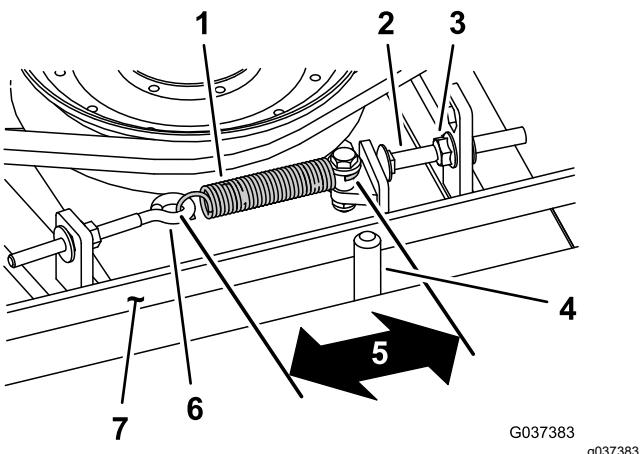

Bild 80
Bei richtiger Spannung sollte die Messung innen an der Verlängerungsfeder (Haken zu Haken) ungefähr $8,3 \text{ cm} \pm 9,5 \text{ cm}$ betragen. Wenn die Federspannung richtig ist, stellen Sie die Anschlagschraube (Schlossschraube) ein, bis der Abstand zwischen dem Schraubenkopf und dem Spannarm ungefähr 2-5 mm beträgt (Bild 80).
Hinweis: Achten Sie darauf, dass der Riemen auf der Federseite der Riemenführung positioniert ist (Bild 80).
2. Lösen Sie den Augenbolzen, um die Verlängerungsfeder abzunehmen (Bild 80).
3. Lösen Sie die Bundmutter, mit der die Anschlagschraube an der Befestigungsnase befestigt ist, und schieben Sie die Spannscheibe vom Riemen weg, um die Riemenspannung zu lösen (Bild 80).
9. Setzen Sie die Verlängerungsfeder (Bild 80) wieder in den Augenbolzen ein und spannen Sie den Riemen wie folgt: